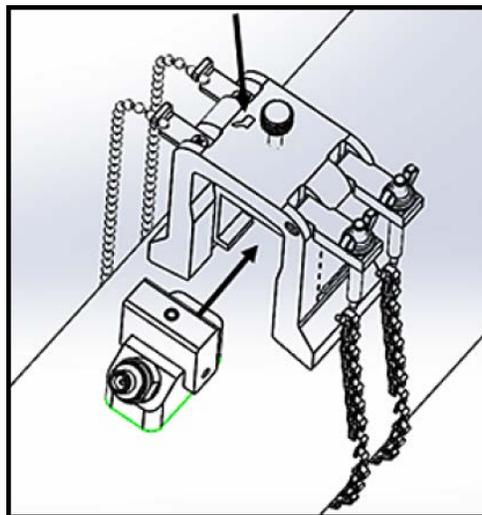

图 32: 将换能器插入轭架
8. 拧松轭架螺丝。在换能器正面涂上耦合剂, 将其插入轭架, 如下面的 图 32 所示。